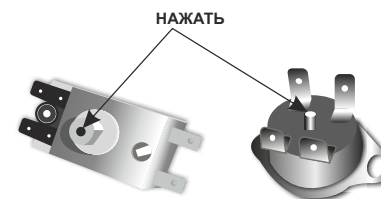

Рис.1
- 3) Нажмите на кнопку, расположенную на термостате, для приведения ЭВН в обычный режим работы (рис.1).